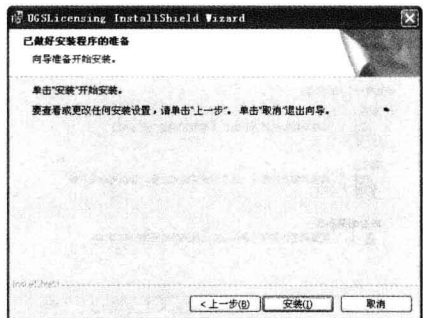

图 1-10 安装许可证文件
Step 10 在安装设置完成后，就已经做好了安装程序的准备工作，此时单击“安装”按钮开始进行安装，如图 1-10 所示。